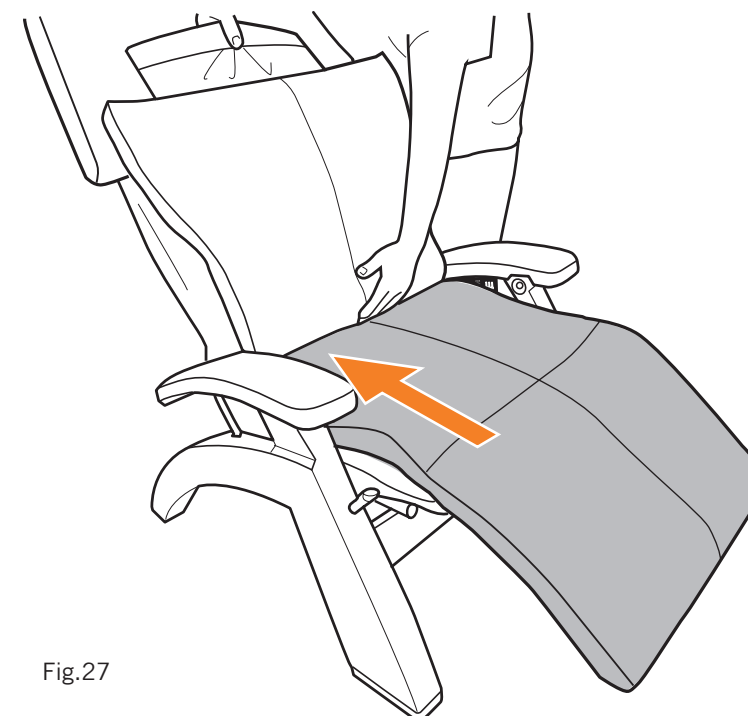

Fig.27
4. Hale hacia arriba la almohadilla del cuerpo para desprender los cierres de velcro del asiento, tire de ella con firmeza hacia arriba sobre el respaldo, y luego presione con firmeza sobre el área del asiento y las piernas para fijarla (Fig.27).